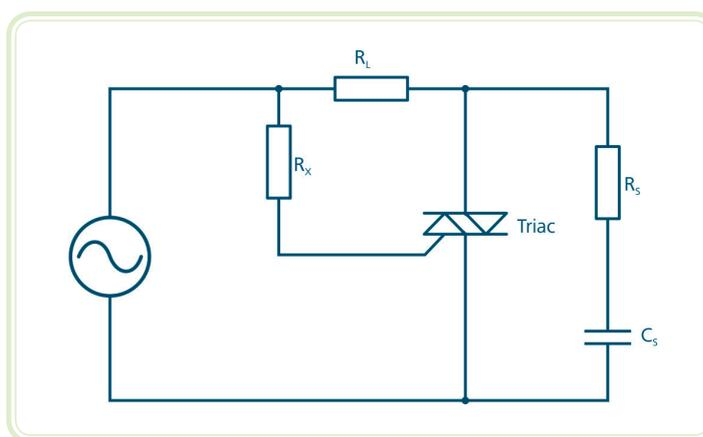

Figura 8.13: Exercício 1 – circuito
1. O circuito da Figura 8.13 é alimentado por uma fonte CA de $127\text{ V}_{\text{rms}}$. Calcule os valores do resistor R_x para disparo do TRIAC em 2° , 15° , 30° , 60° e 90° (ângulo de disparo em relação à tensão da rede) e desenhe as formas de onda da tensão na carga R_L de 100 ohms. Calcule o valor médio e eficaz da tensão na carga para os valores de α . Calcule também a potência dissipada.